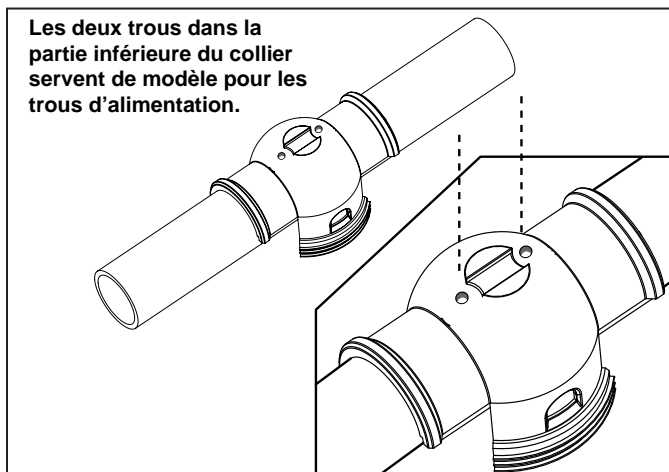

Figure 6. Marquer les trous dans le tuyau avant le perçage
7. Inverser le collier du bas et placer sur le tuyau. Marquer les trous pour percer le tuyau (Voir Figure 6).